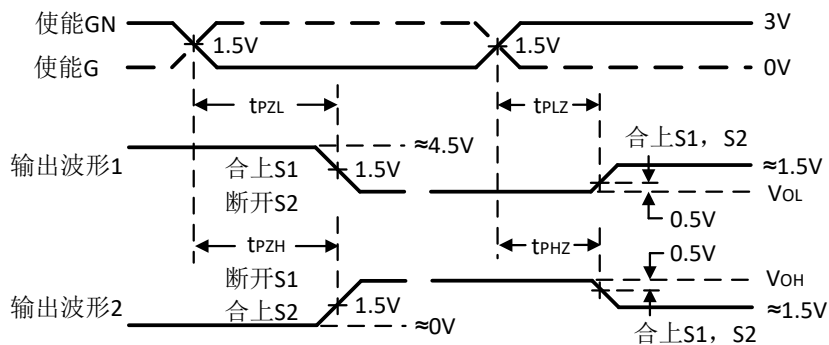

图 3. 启动时间和关断时间波形
5. 测试启动时间和关断时间，注意 S1 和 S2 状态有所不同，请参考上方的表格和图 3 分别调整开关状态并测试。其中，波形 1 表示该驱动器在输入端和使能端信号的共同作用下，输出保持低电平状态，除非使能端控制驱动器进入高阻态。波形 2 表示该驱动器在输入端和使能端信号的共同作用下，输出保持高电平状态，除非使能端控制驱动器进入高阻态。